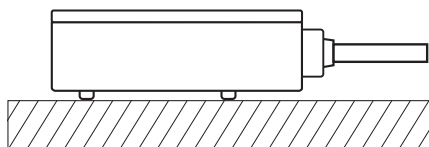

Рис. 6. Установка датчика на полу.
- Установка датчика на полу контактными пластинами вниз (см. рис. 6). Провод свободно лежит на полу. Точечные выступы на корпусе датчика не позволяют контактными пластинам касаться пола, что предотвращает ложное срабатывание датчика.